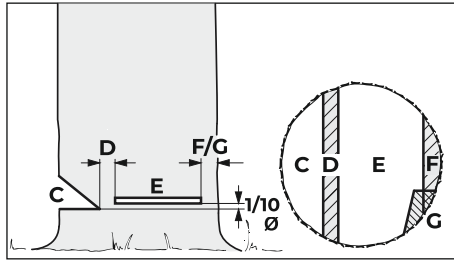

Рис. 18
– ширина недопила: около 1/10 диаметра ствола (рис. 18);
С помощью основного пропила (рис. 18, поз. E) дерево заваливается.
– 1/10 (мин. 3 см) диаметра ствола над основанием подпила (рис. 18, поз. C).
Удерживающий ремень (рис. 18, поз. F) или защитный ремень (рис. 18, поз. G) подпирает дерево и предохраняет его от преждевременного падения.
Выбрать подходящие клинья для валки деревьев в зависимости от диаметра ствола и от ширины разреза (основного пропила (рис. 18, поз. E)).